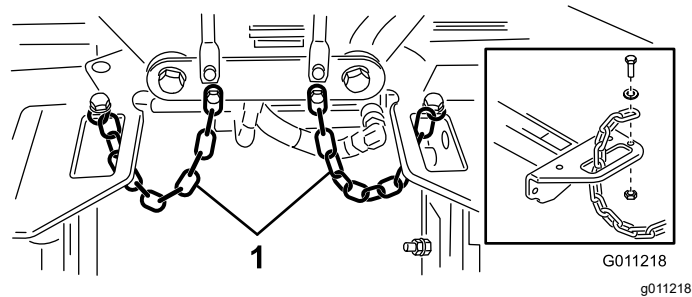

Bild 21
4. Verlegen Sie eine Kippkette durch den Schlitz am Ende jedes Trägerrahmens. Befestigen Sie die Kippkette mit einer Schraube, einer Scheibe und einer Sicherungsmutter oben am Trägerrahmen (Bild 21).